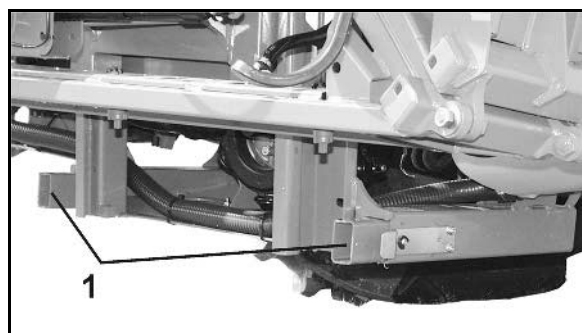

Fig. 36
- Efter tilkobling af redskabet skal støttebenene skubbes op (Fig. 36/1).